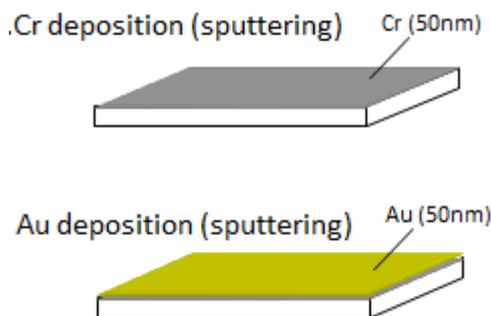

Fig. 1 Cr/Au sputtering on glass substrate.
① 5 インチガラス 10 枚にそれぞれに Cr(50 nm) の上に Au(50 nm)を成膜した(Fig. 1)。